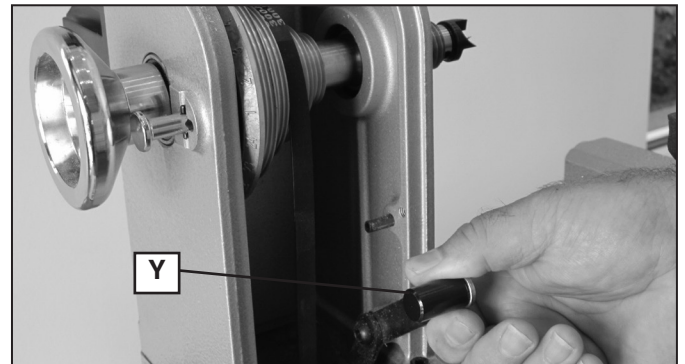

Fig. 15
2. Abaisser le levier de tension de la courroie (Y), fig. 15, pour relâcher la tension.
4. Relever le levier de tension de la courroie (Y) Fig. 15 jusqu'à ce qu'il s'enclenche en position.
2. Abaisser le levier de tension de la courroie (Y), fig. 15, pour relâcher la tension. Ne le bloquez pas sous le niveau de la languette (Z).
4. Relever le levier (Y), fig. 15, et l'enclencher en position.